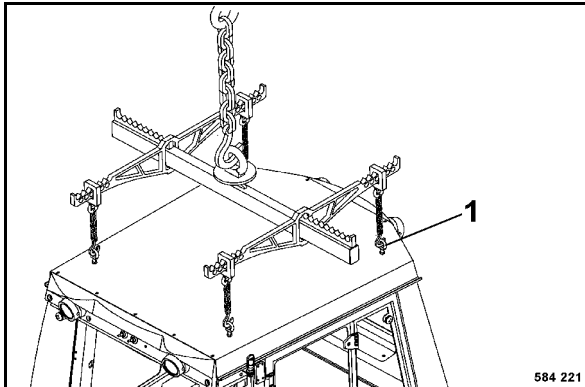

fig. 201
- Fixer les élingues aux quatre oeillets de levage 1 (fig. 201).